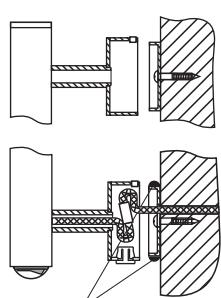

Рис. 13
3.14. Произвести герметизацию шва силиконовым герметиком по контуру примыкания коробки и стены (рис. 13).